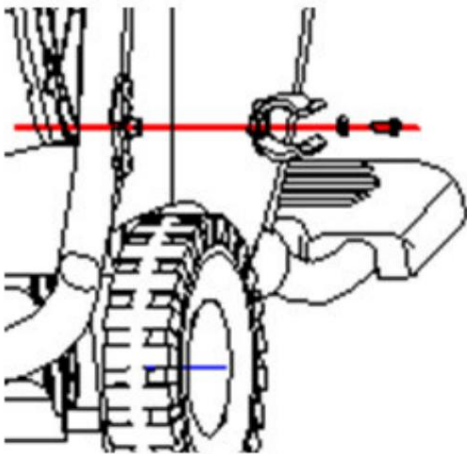

Fig. 4-2: Montering af slangeholderen
2. Fastgør slangeholderen til den dertil beregnede plastikdel på håndtaget med en skruetrækker. (Fig. 4-2).